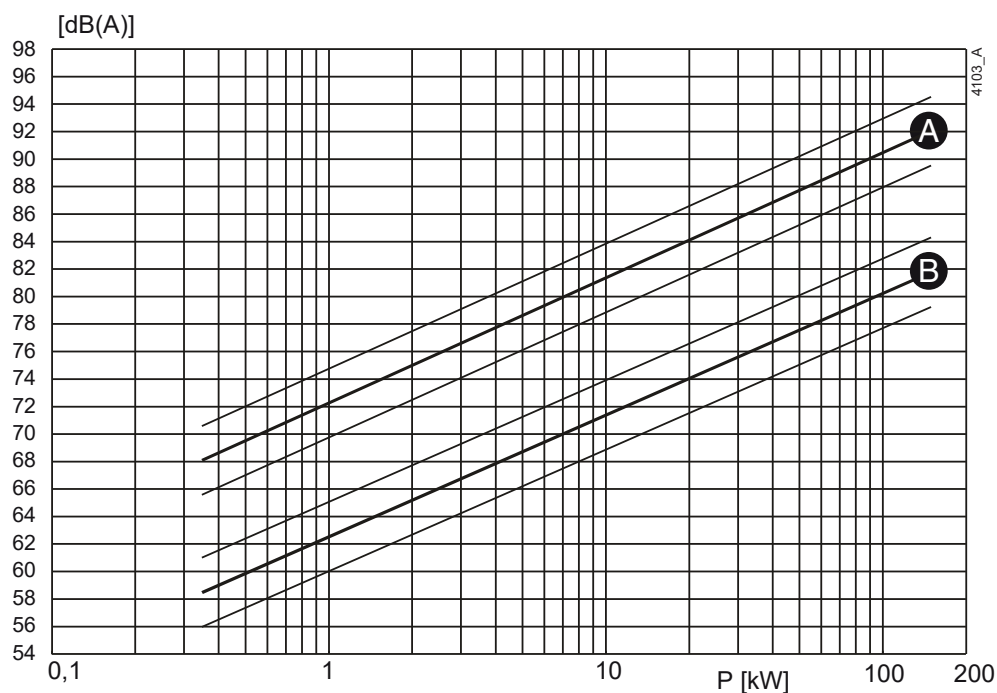
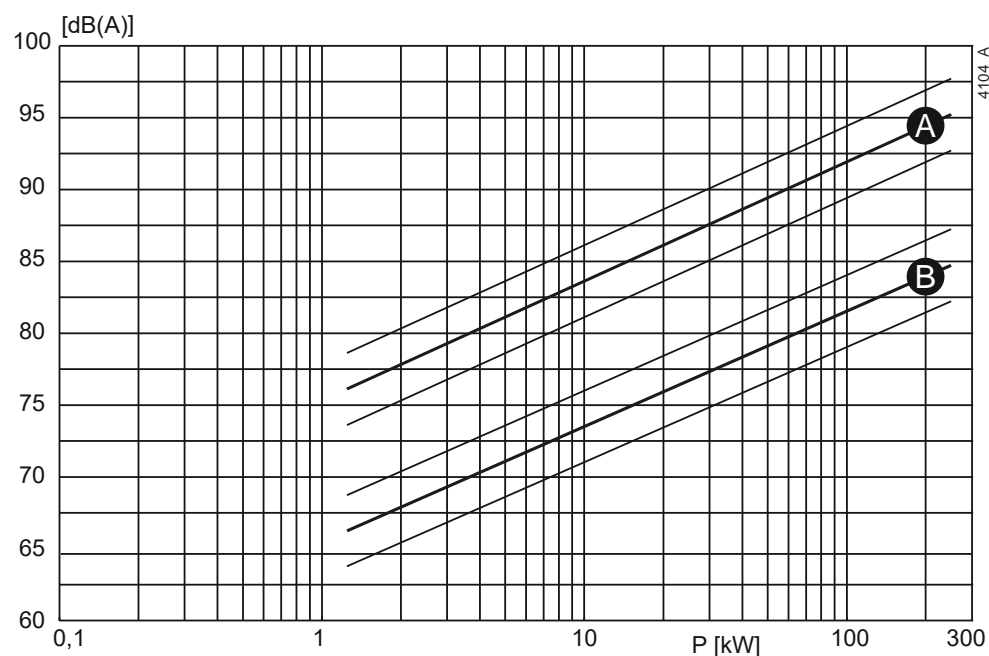

Bild 97: Ljudnivå som funktion av pumpeffekt [kW] vid  $1450 \text{ min}^{-1}$
Bild 98: Ljudnivå som funktion av pumpeffekt [kW] vid  $2900 \text{ min}^{-1}$
- 1 Bestäm ljudnivå (L1) för pumpen bild 97 eller bild 98.